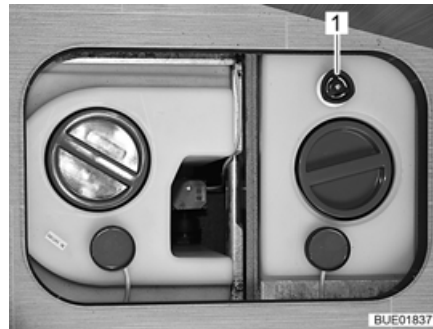

Fig. 193 Réservoir d'eau avec poignée tournante
- Faire tourner la poignée tournante (Fig. 193,1) du réservoir d'eau à fond dans le sens inverse des aiguilles d'une montre au-delà de la résistance pour ouvrir entièrement l'ouverture d'écoulement.